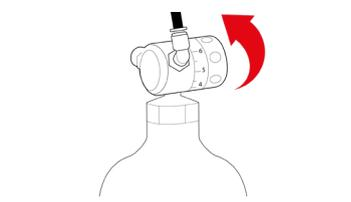

Fig. 6-14
21.2 – Ruotando la manopola verso OFF diminuisce la pressione e di conseguenza la gasatura dell'acqua, ruotando la manopola nel verso opposto aumenta la pressione e di conseguenza la gasatura dell'acqua. I riduttori di pressione del gas CO₂, per bombole con attacco M11 sono dotati di manopola di regolazione con scala graduata che indica il valore di pressione di taratura, vedi Fig. 6-14.